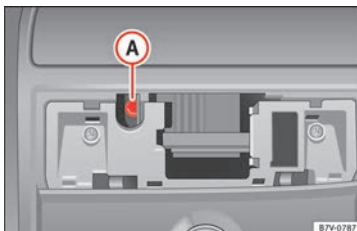

Fig. 16 Tornillo Allen para cerrar el techo corredizo panorámico.
- Introduzca una llave Allen corriente¹⁾ del tamaño 4 mm en el tornillo Allen » **fig. 16** **A**.